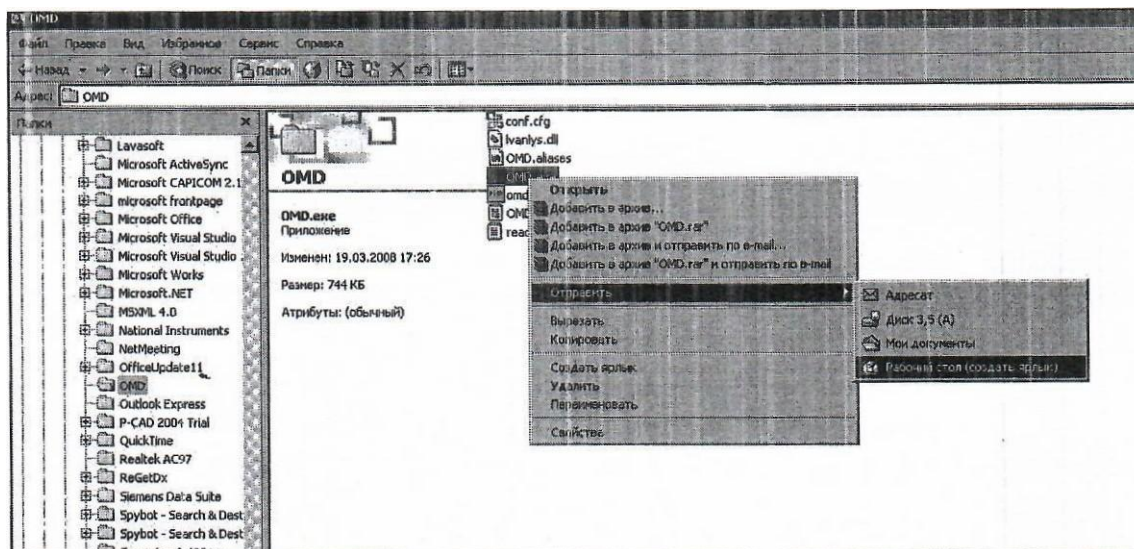

Рисунок 3
- выделить файл OMD.exe и создать на рабочем столе ярлык для вызова программы (рис.3).